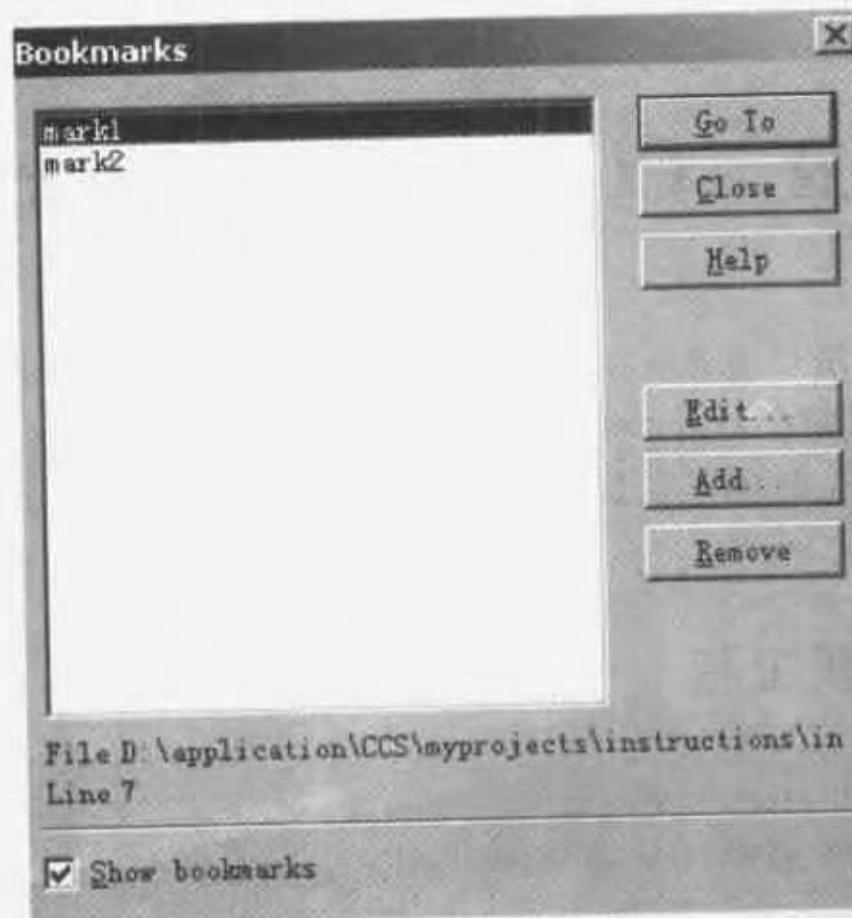

图 3.55 Bookmark 对话框列表
- ② 在编辑窗口中右击,在弹出菜单中选择 Bookmark→Bookmark... 项,将弹出如图 3.55 所示的 Bookmark 对话框列表。
- ③ 在 Edit 菜单中,选择 Bookmark 命令,将弹出如图 3.55 所示的 Bookmark 对话框列表。
- ④ 在 Edit Toolbar(编辑工具栏)中单击 图标,将弹出如图 3.55 所示的 Bookmark 对话框列表。
- (3) Move to the next or previous bookmark(跳到下一个或前一个书签位置) 在 Edit Toolbar 中单击 图标,光标就移到下一个书签位置;单击 图标,光标就移到前一个书签